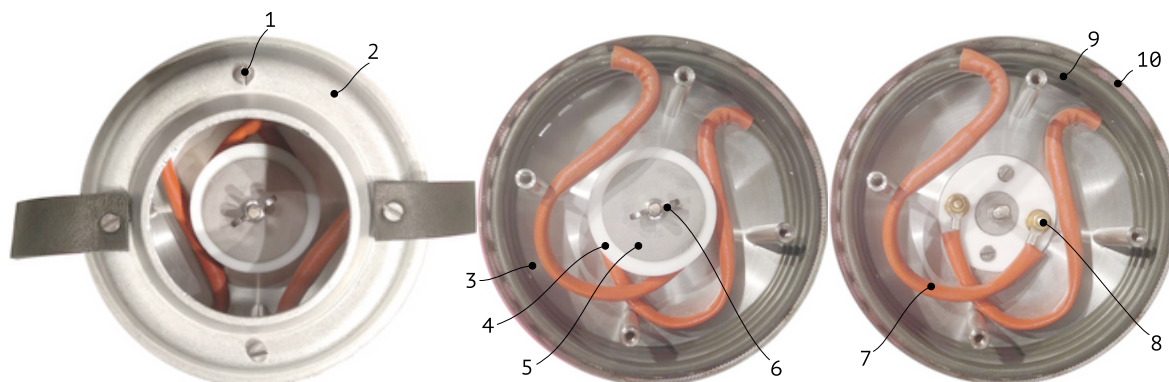

Рисунок 4
2. С помощью плоской отвёртки выкрутите четыре винта (1), удерживающие крышку прядильной головы (2), см. Рис. 4. Снимите крышку с лепестками.
4. Открутите гайку-барашек (6), снимите стальную шайбу (5) и изолятор (4).
5. Открутите два зажима (3), которые фиксируют элемент нагревательный (9).
6. Открутите крепёж на токоведущих шпильках (8) с помощью 7 мм гаечного ключа.
7. Отсоедините элемент нагревательный от токоведущих шпилек и вытащите обечайку (10) с элементом нагревательным в сборе.
8. Промойте обечайку с элементом нагревательным с помощью горячей воды. **ВНИМАНИЕ!** Погружать в воду выводы (7) элемента **ЗАПРЕЩАЕТСЯ!**